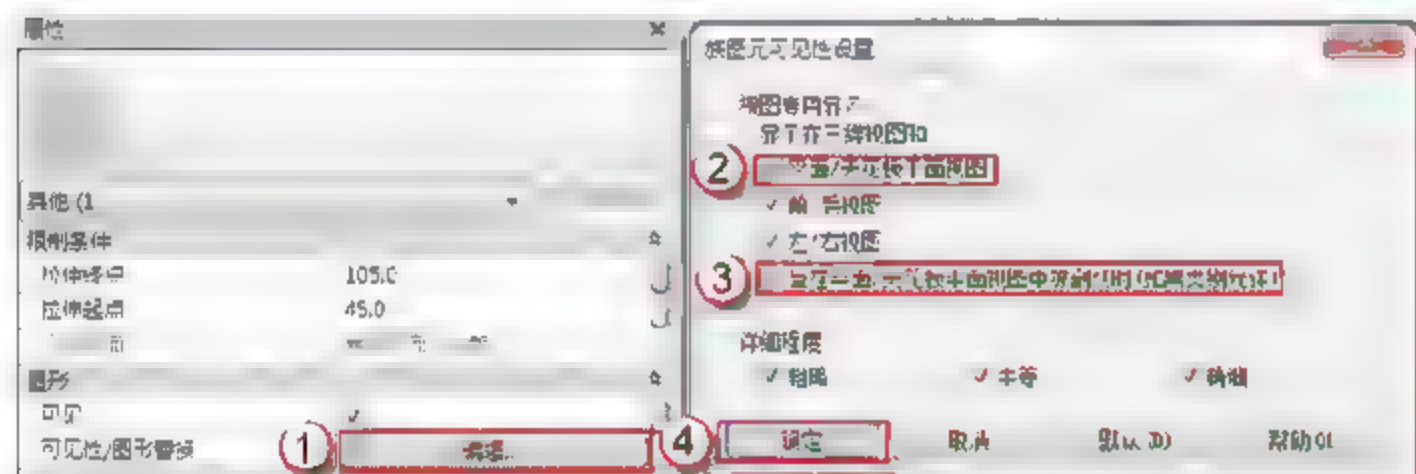

图 6.3.55 修改门的可见性
(14) 修改 MC2934 门框的可见性。在门框的“属性”面板中，单击“图形”栏“可见性/图形替换”后的“编辑”按钮，弹出“族图元可见性设置”对话框，取消“平面/天花板平面视图”和“当在平面/天花板平面视图被剖切时（如果类别允许）”复选框，单击“确定”按钮，如图 6.3.55 所示。